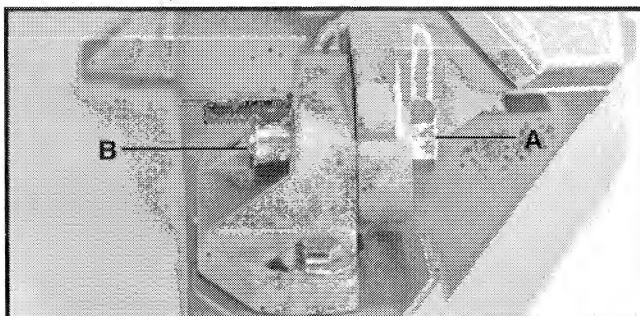

Fig. 8
1. Vérifier la vis de pivot (A) du bras (Fig. 8) et serrer l'écrou (B) si nécessaire pour éliminer tout mouvement latéral du bras tout en permettant à celui-ci de pivoter librement à la montée comme à la descente.